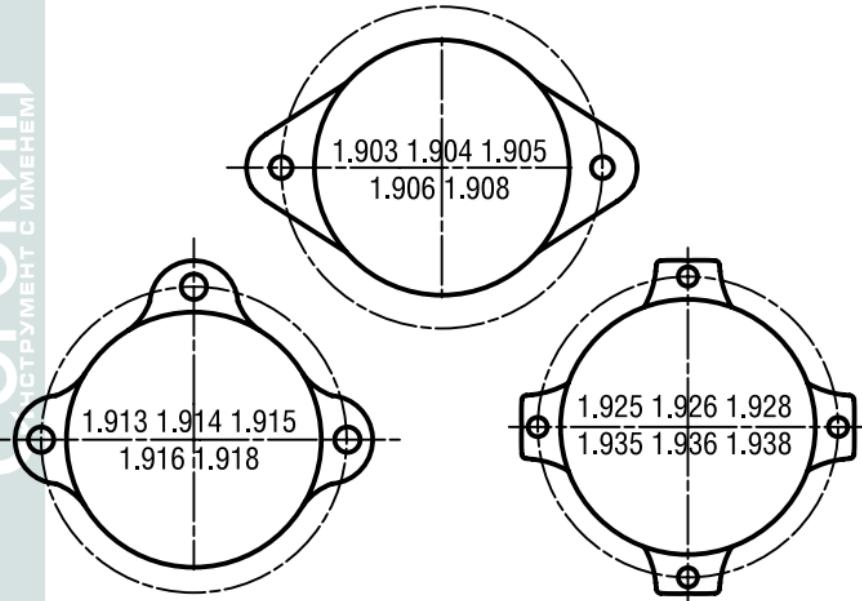

Рисунок 2 – Положение монтажных отверстий
**ПРИМЕЧАНИЕ!** Для 1.913–1.918 желательно расположение боковых отверстий параллельно кромке стола из-за ограничений по углу поворота (рис. 2).